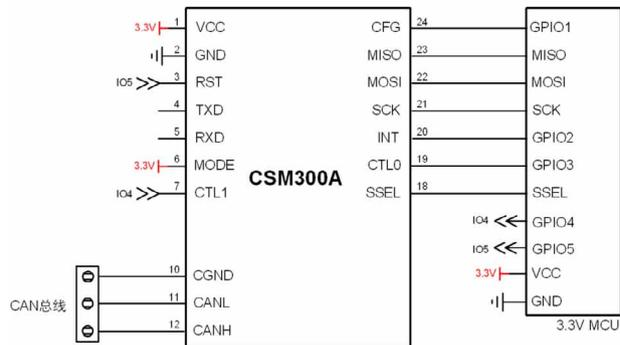

图1 CSM300参考电路图
使用 SPI 转 CAN 功能时，需要将 CSM300(A) 的 MODE 引脚接至高电平 (3.3V)。MCU 的 SPI 接口与 CSM300(A) 的 SPI 接口连接，同时 MCU 需要提供 GPIO 与 RST、INT、CTL0、CTL1 引脚连接，实现对 CSM300(A) 的有效监测与控制。若需要通过 MCU 对 CSM300(A) 进行配置，则需要额外的 GPIO 与 CFG 引脚连接。图 1 是 CSM300A 的参考电路。不使用的模块引脚只需悬空而不用连接，以免因电路连接不当而造成模块损坏。